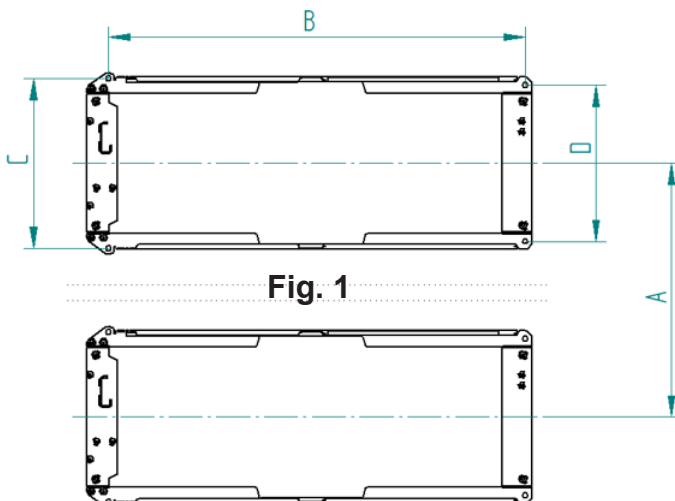

Fig. 1
Die Hebebühne wird mit der Hydraulikanlage im folgendem Zustand geliefert (Abb. 1):
Wie folgt vorgehen, um den Anschluss fertigzustellen (Abb. 1):
- Mithilfe der Untergestelle als Schablone mit einem Ø15 Bohrer 150 mm tiefe Löcher bohren (siehe auch beiliegendes Bohrschema in der Abb. 1).